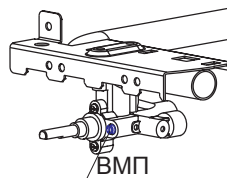

рис. 15
22.3. Настройка регулируемых ВМП горелок стола и духовки (рис. 15).